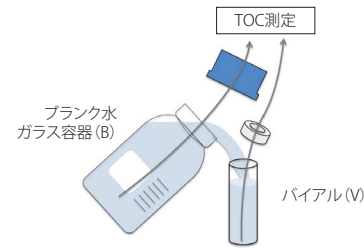

図 2 サンプル測定手順
大型のガラス容器 (B) に超純水を採水してブランク水としました。バイアル (V) ガラス容器からブランク水を取り分け、セプタム付きキャップで密閉しました (図 2)。両サンプルを TOC-VWP で NPOC 測定しました。最初にガラス容器から、次にバイアルから純水を測定しました。ブランク水の測定値 (B) をバイアルの測定値 (V) から差し引いて、バイアルからの溶出による TOC 値を求めました。